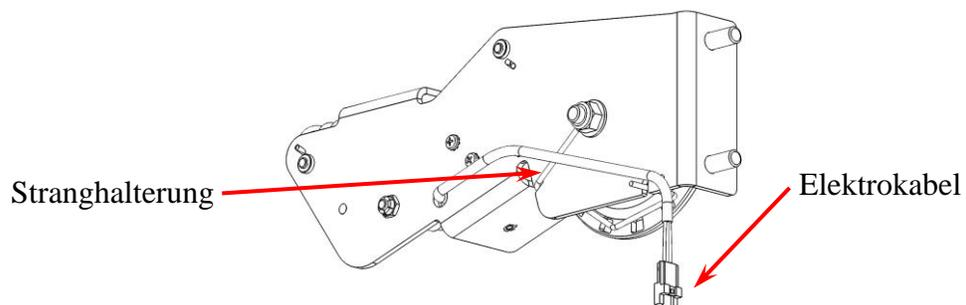

Abbildung E-3, Bremse/Encoder Stranghalterung & Elektrokabel
4. Trennen Sie das elektrische Kabel der Bremse/Geber (siehe Abbildung E-3).
5. Entfernen Sie mit einem Ratschen- oder Schlagschrauber mit einer ½“-Buchse die Flanschnuttern (2), die die Brems-/Gebereinheit am C-Kanal halten. Halten Sie beim Entfernen der zweiten Mutter die Brems-/Geber-Einheit fest, um ein Herunterfallen der Einheit zu verhindern.